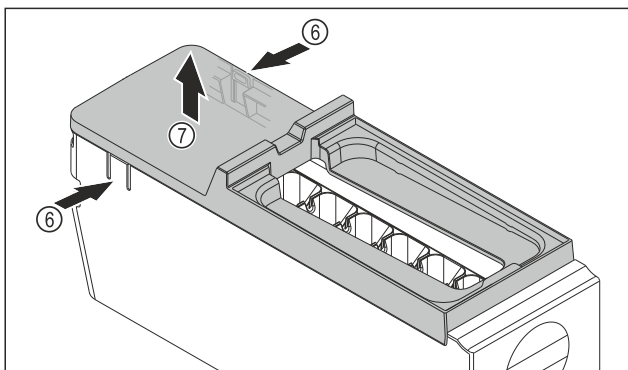

Fig. 107
- ▶ Abdeckung des EasyTwist-Ice-Korpus entnehmen: Laschen Fig. 107 (6) an den beiden Seiten des EasyTwist-Ice-Korpus mit einer Hand drücken.
- ▶ Abdeckung Fig. 107 (7) mit der anderen Hand nach oben entnehmen.